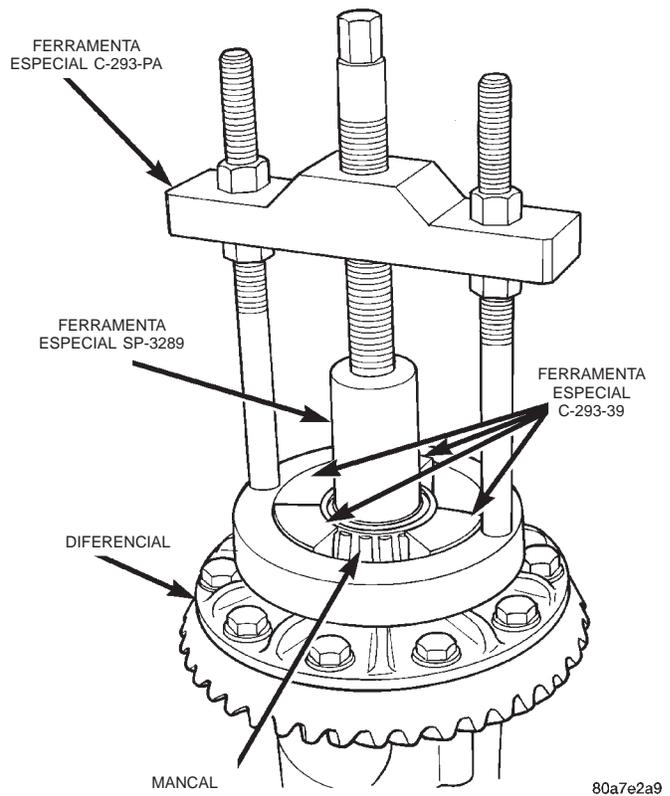

Fig. 20 Remoção do Mancal do Diferencial
(1) Remova o diferencial da carcaça do eixo.
(2) Remova os mancais da caixa do diferencial com um Extrator/Prensa C-293-PA, Blocos C-293-39 e Pluque SP-3289 (Fig. 20).